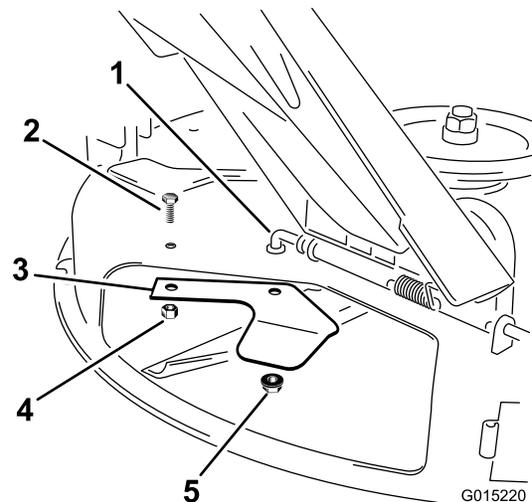

Figura 1
4. Rimuovete i dadi di bloccaggio e il bullone che fissa il deflettore di scarico alla parte inferiore del piatto (Figura 1). Conservate tutte le parti e i fermi.
5. All'interno dell'apertura di scarico laterale, rimuovete l'inserito e riponetelo con il bullone lungo per il successivo utilizzo. Conservate il dado di bloccaggio per utilizzarlo nelle fasi successive (Figura 1).